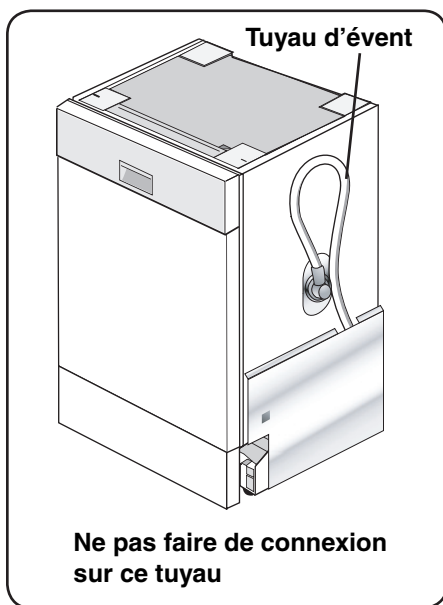

Figure 28
- Le tuyau de la figure 28 est un évent. L'extrémité de ce tuyau doit être laissée à la base du lave-vaisselle. Ne pas faire de connexion sur ce tuyau.